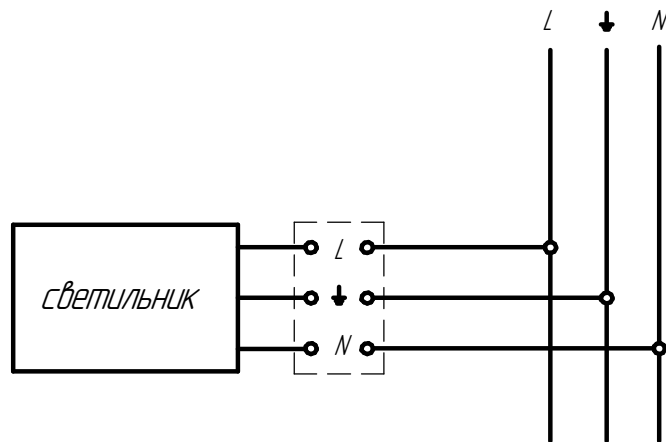

Рисунок 4 - Схема подключения светильника к сети
5.5 Подключите светильник к электрической сети согласно схеме рис. 4.